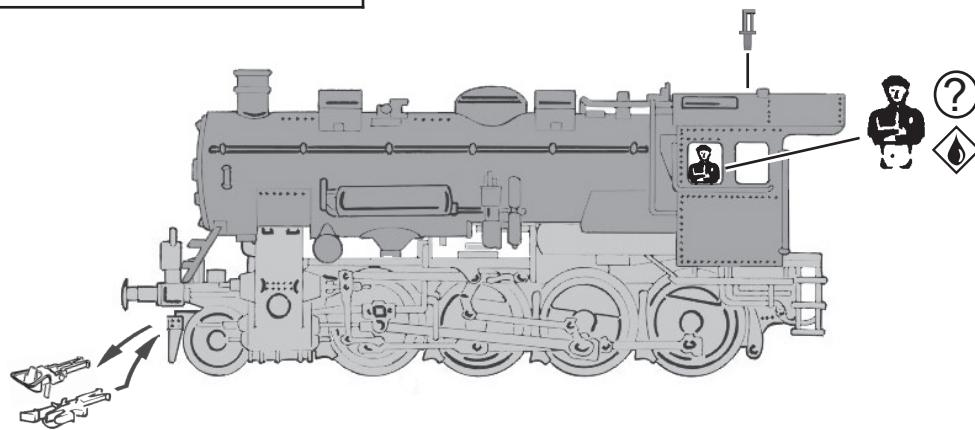
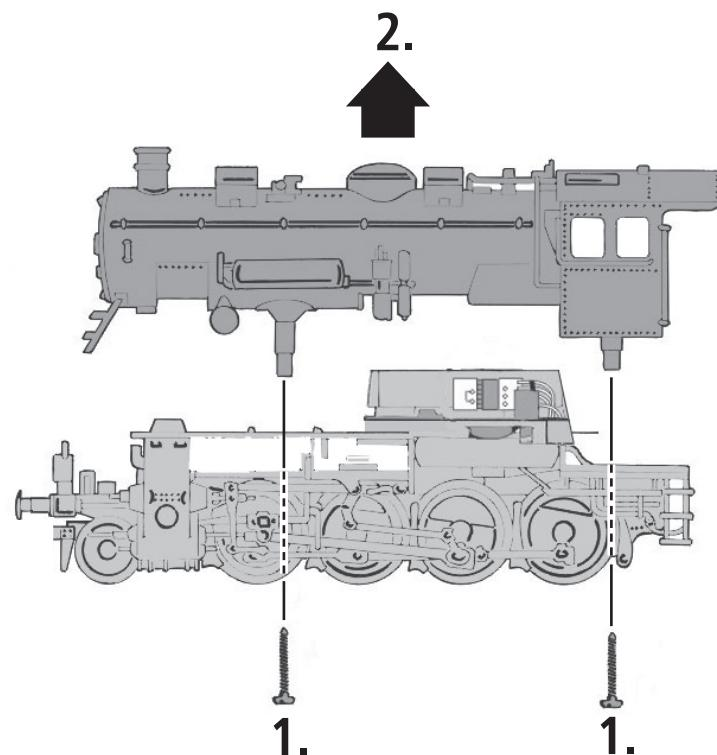

Fig. 3
Fig. 5
1. Schmierung: Versehen Sie die im Schmierplan in Fig. 6 gekennzeichneten Stellen mit nur **kleinen Öltropfen**. Dazu zuerst das Lok- bzw. Tendergehäuse abnehmen (Fig. 3, Fig. 4). Wir empfehlen den ROCO **Öler Art.-Nr. 10906**. Fürs Schmieren der Getriebeteile (Zahnräder, Schnecke) empfehlen wir das **ROCO-Spezialfett Art.-Nr. 10905**. Im Falle der Schmierung diese Teile **nicht ölen**.
2. Lämpchenwechsel: Bitte nehmen Sie zuerst das Lokgehäuse bzw. das Tendergehäuse ab (Fig. 3, Fig. 4). Dazu Tendergehäuse seitlich aufspreizen und nach oben abziehen. Lampenkontakt leicht nach hinten biegen. Glühlampe aus der Fassung nehmen (Fig. 5).
1. Lubrication: Apply **tiny oil drops** to spots marked in fig. 6. Prior to lubrication dismantle the loco body or the tender body (fig. 3, fig. 4). We recommend using item no. **10906, ROCO oiler**. For lubrication the gearparts (e.g. cogwheels, worm) we would recommend our ROCO **special grease** (item no. **10905**).
2. Change of lights: First remove loco body and the tender body (fig. 3, fig. 4). Pull out the sides of the body a little and pull upwards. Gently bend the bulb contact strip backwards. Remove the bulb from the socket (fig. 5).
1. Graissage: N'appliquez **qu'une tout petite goutte** aux endroits indiqués par le plan de graissage (fig. 6) après avoir démonté la caisse du locomotive/tender (fig. 3, fig. 4). Nous vous recommandons le **graisseur à huile ROCO réf. 10906**. Pour graisser les engrenages (roues dentées, vis sans fin) nous vous conseillons la **graise spéciale ROCO réf. 10905** pour engrenages en matières synthétiques. Lorsque vous utilisez cette graisse il faut éviter d'huiler ces composants.
2. Remplacement des ampoules: Veuillez démonter d'abord la caisse de votre locomotive et la caisse du tender (fig. 3, fig. 4). Pour celà il faut écartez légèrement les parois et soulever la carrosserie. Ecartez délicatement le contact de la lampe. Sortir la lampe de son logement (fig. 5).
voir } Fig.3
voir } Fig. 3 / Fig. 4